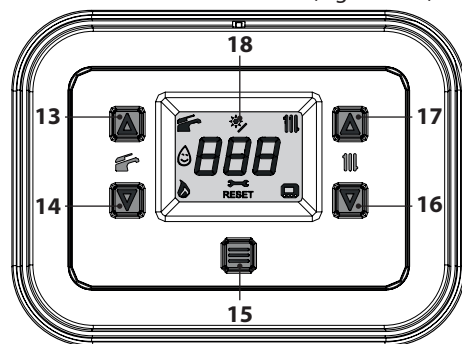
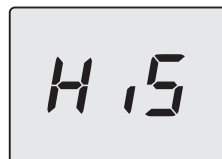
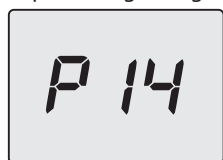
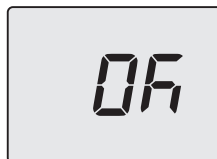

Figura 5.33
Figura 5.34
Figura 5.37
Figura 5.39
- Entrare in "modalità programmazione" premendo contemporaneamente per 5 secondi i tasti 14 e 16 (Figura 5.33) fino a far apparire sul display LCD le lettere **HiS** che indicano il menu "Storico delle caldaia" (Figura 5.34).
- Premere per 1 sec. il tasto 15 (Figura 5.33) per entrare nel parametro selezionato. Il display visualizzerà quanto segue (Figura 5.37).
- Premendo il tasto 15 (Figura 5.33) si ottiene la conferma del valore inserito. Il display visualizzerà per 5 sec. quanto segue (Figura 5.39) poi, si porterà al livello superiore.
- Premendo contemporaneamente i tasti 14 e 16 (Figura 5.33) si esce senza modificare il valore (ritorno al livello precedente).
- tenere premuti contemporaneamente i tasti 14 e 16 per 5 sec. (Figura 5.33) (ritorno al livello precedente).
o diminuire la temperatura di mandata dell'impianto riscaldamento di $\pm 15^\circ\text{C}$ agendo sui tasti 16 (diminuzione) e 17 (aumento) (Figura 5.33).